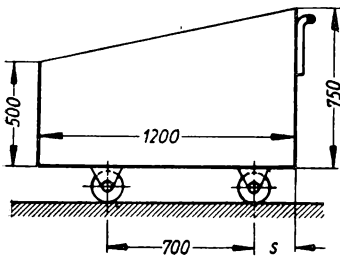

Bild 91
**230.** Ein Kohlenwagen für ein Kesselhaus hat die im Bild 91 gegebenen Abmessungen und 650 mm lichte Breite. a) Wieviel kg Kohle faßt der gestrichen volle Wagen, wenn die Wichte der aufgeschütteten Kohle 900 kg/m3 beträgt? b) In welchem waagerechten Abstände von der rechten Kastenwand liegt der Schwerpunkt der Kohlefüllung? c) Wie groß muß das Maß  $s$  für die Anordnung der Achsen unter den Wagen bemessen werden, wenn die Achsen 700 mm Abstand voneinander haben und beide gleich schwer belastet sein sollen? Der Schwerpunkt des leeren Wagens fällt mit dem der Kohlefüllung zusammen.